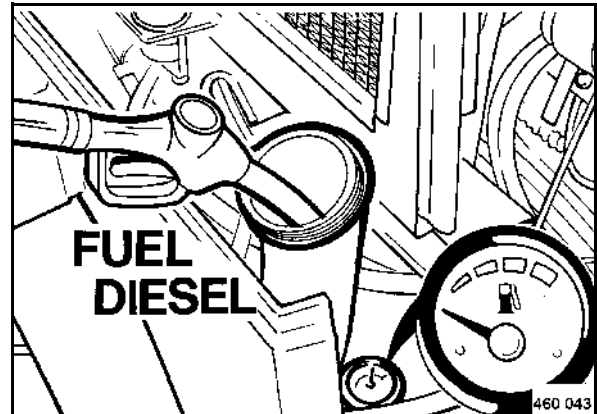

fig. 87
- Vérifier le niveau du carburant à l'indicateur (fig. 87).